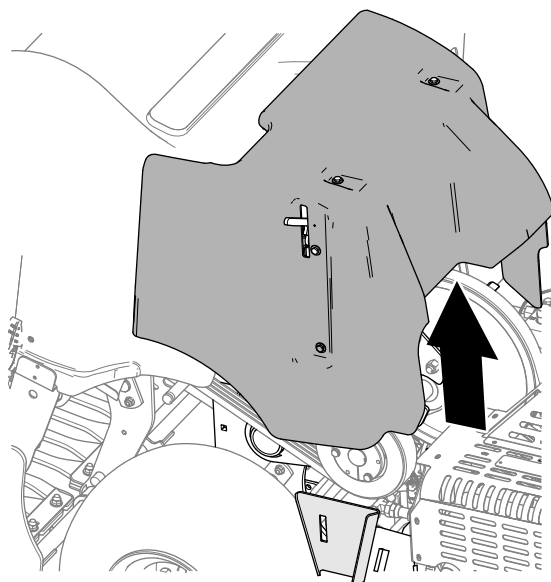

Figura 132
3. Levante la cubierta de la correa de la máquina (Figura 132).